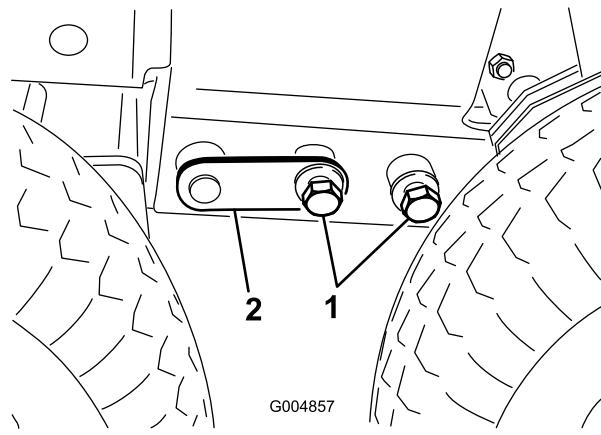

Рисунок 111
34. Отрегулируйте напольный домкрат или наклоните кабину руками так, чтобы установить болты (3/4 дюйма) с каждой стороны (Рисунок 111).